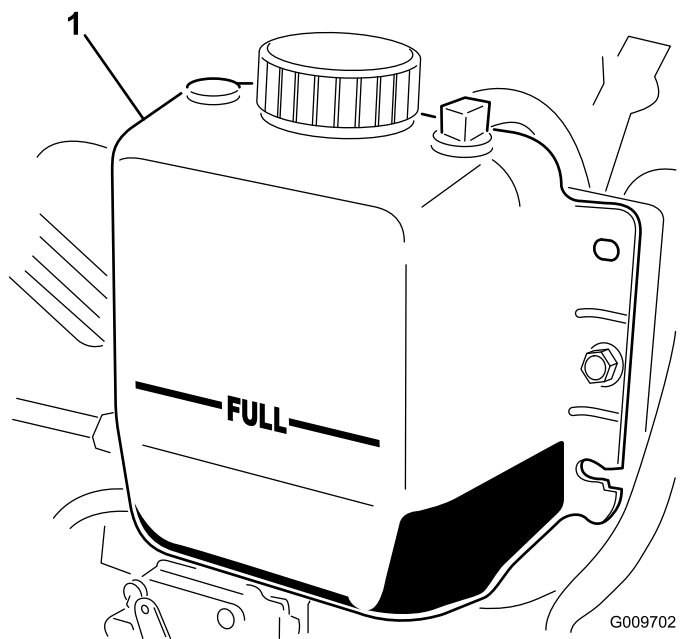

Figure 74
3. Contrôlez le niveau de liquide de refroidissement dans le radiateur. Le radiateur doit être rempli jusqu'en haut du goulot de remplissage et le vase d'expansion jusqu'au repère MAXIMUM (Figure 74).